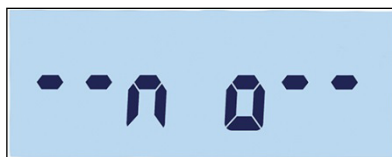

Figure 3-39 : Message d'avertissement d'une deuxième application
- Une application seulement peut être sélectionnée pour activation par une touche de fonction. Si une application est attribuée à chaque touche (par exemple, F1 = comptage, F2 = pesage d'animaux), seule la première application activée fonctionnera. En cas d'appui sur F1, le terminal entrera en mode Comptage ; l'appui sur F2 n'activera pas le pesage d'animaux, mais une invite d'avertissement s'affichera (Figure 3-39). Quittez l'application active avant d'appuyer sur F2 pour activer une autre application.